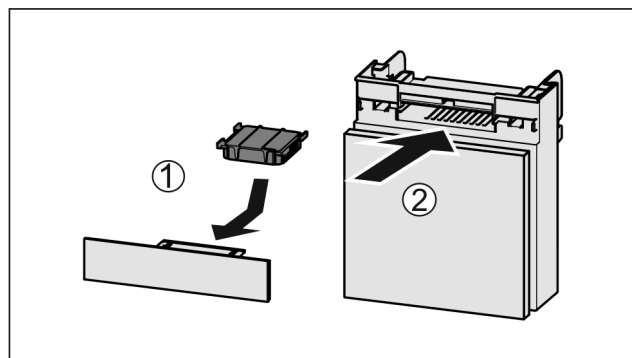

Fig. 152
- Filtr s aktivním uhlím vložte podle vyobrazení Fig. 152 (1).
- Zásuvku zasuňte Fig. 152 (2).